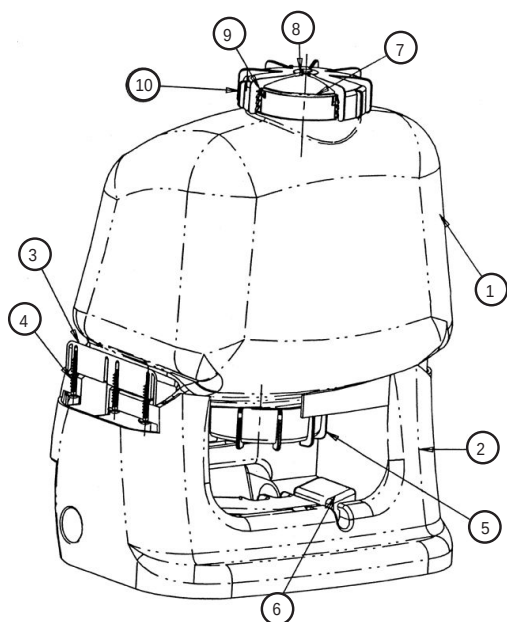

FIG. 1
2. Il est possible de remplacer l'ajutage et sa buse réglable (fig. 6, réf. 68, 69, 70) par une buse papillon optionnelle, avec différents modes de pulvérisation fixes. Quand elle n'est pas utilisée, enfoncer la buse papillon optionnelle ou la buse réglable dans la fente de remisage du panneau d'accès (fig. 1, réf. 6).
2. Dévisser le bouchon (fig. 1, réf. 8) et verser la solution de pulvérisation qui reste dans le réservoir. Rincer soigneusement toutes les pièces avec de l'eau propre.
1. Appuyer sur les trois languettes au centre et sur les côtés du panneau d'accès (fig. 1, réf. 6) et le déposer. Sortir le panneau d'accès par le bas de la base.
4. Dévisser complètement le couvercle de la pompe (fig. 1, réf. 5) et l'enlever à travers le bas de la base du réservoir.
RÉSERVOIR (FIG. 1)